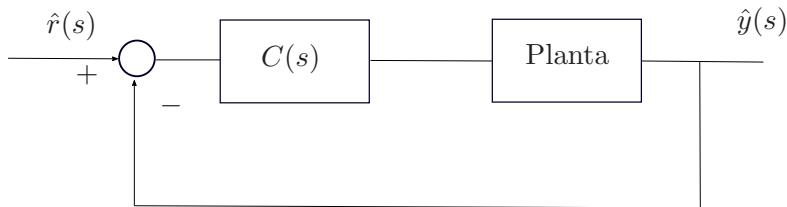

Figura 3: Estrutura de controle em malha fechada
6. Utilizando a estrutura de controle em malha fechada da Figura 3 a seguir em que $\hat{r}(s) = 10/s$
9. Utilizando o regulador K projetado no item 8 projete $M(s)$ de forma a obter erro nulo para a entrada rampa. Compare a resposta $y(t)$ e o esforço de controle obtidos neste item com aqueles fornecidos no item anterior e discuta a respeito do desempenho de ambas.
10. Determine os reguladores lineares quadráticos K_1 e K_2 para cada valor de $\rho = \{0.05, 10\}$ e para $Q = V'V$ com $V = [1 \ 0 \ \ell \ 0]$. Compare as respostas $y(t)$ resultantes dos regulares projetados, considerando M calculado para garantir erro nulo para entrada degrau. Realize uma breve conclusão a respeito dos fenômenos observados e discuta se eles atendem aos requisitos de projeto especificados no item 8.
12. Considerando a estrutura de controle da Figura 3, aplique a lei de controle u projetada no item 8 no sistema não linear e compare as respostas com aquelas obtidas pelo modelo linearizado. A apresentação deve ser feita em um total de 5 figuras, uma para cada variável de estado (x , \dot{x} , θ , $\dot{\theta}$) e outra para o esforço de controle u , plotando as respostas do sistema linear e do não-linear no mesmo gráfico. Discuta sobre o projeto realizado: - verifique se as especificações foram atendidas; - analise a qualidade do controlador projetado quando aplicado no sistema não-linear; - aplique um degrau de maior amplitude, por exemplo, $\hat{r}(s) = 20/s$ e analise comparativamente a resposta obtida.